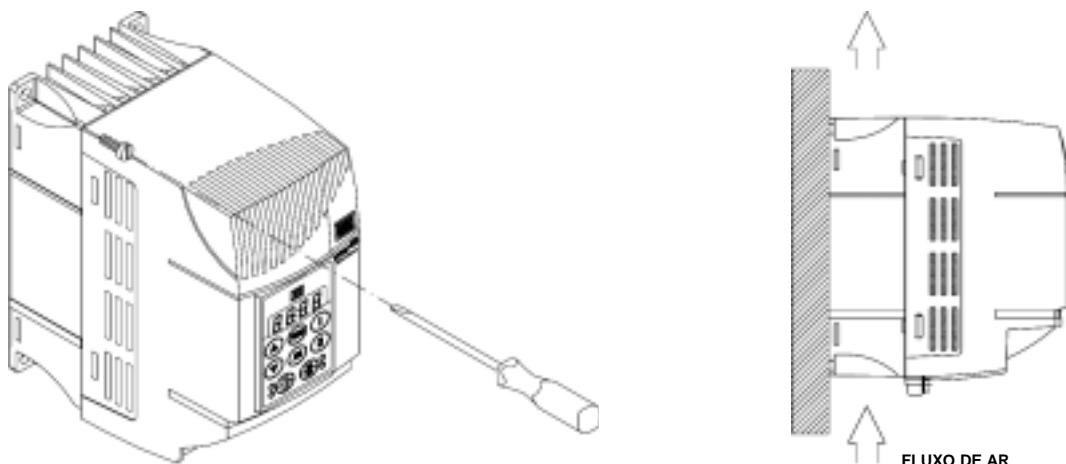

Figura 3.3 - Procedimento de instalação do CFW-08
- Ver figura 3.3 para procedimento de instalação do CFW-08. Prever conduites ou calhas independentes para a separação física dos condutores de sinal, controle e potência (ver instalação elétrica). Separar os cabos do motor dos demais cabos.